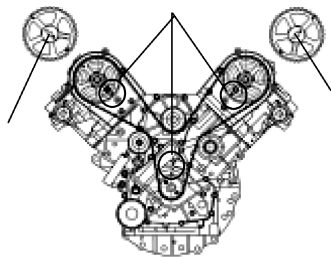

图 9-2 检查确定正时标记是否对齐
- 1) 检查正时带轮标记与发动机正时标记是否一致。这时左排凸轮轴的定位销与凸轮轴上的“L”标记方向一致, 凸轮轴正时齿轮上的正时标记与后挡板上的正时标记一致, 右排也同样, 如图 9-2 所示。